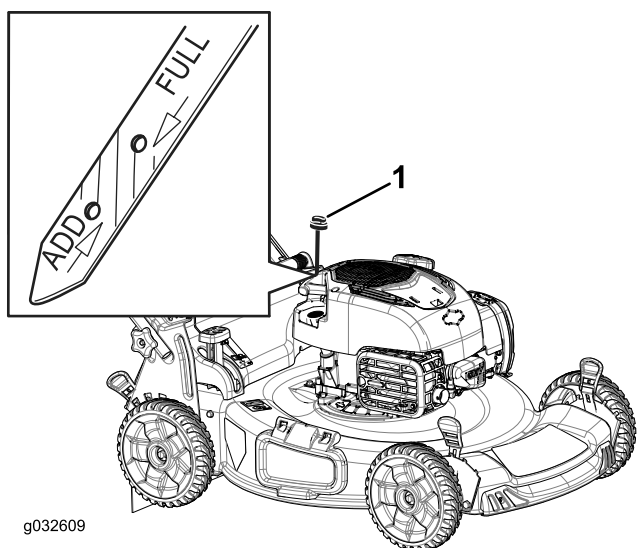

Figura 6
1. Togliete l'asta di livello (Figura 6).
2. Versate lentamente l'olio nel tubo di riempimento finché non raggiunge il segno di pieno sull'asta (Figura 6). **Non riempite troppo.**